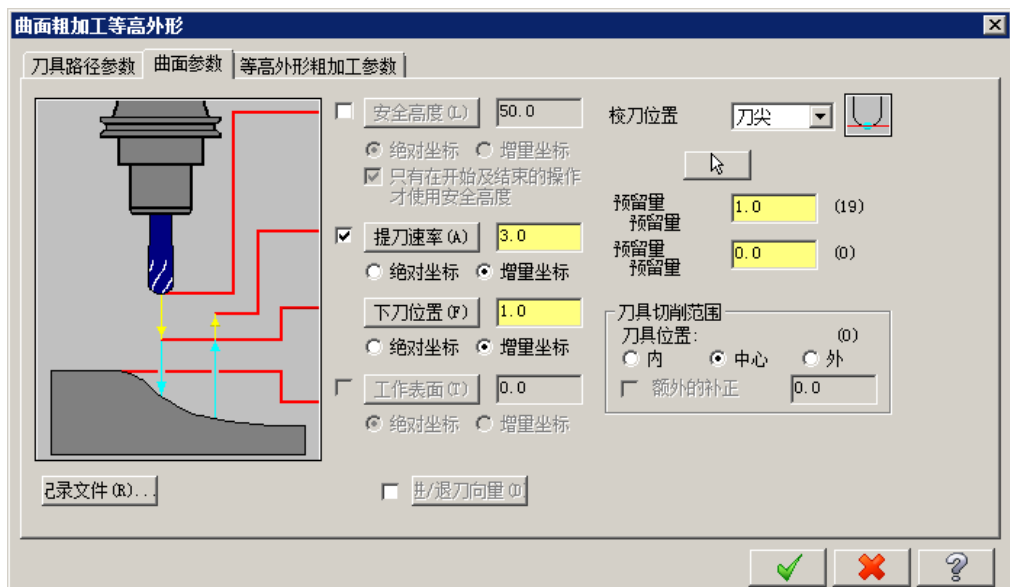

图 11.13.11 “曲面参数”选项卡
(1) 完成上步操作后，在“曲面粗加工等高外形”对话框的 **刀具路径参数** 选项卡的列表框中显示出上步选取的刀具，双击该刀具，系统弹出“定义刀具-机床群组-1”对话框。
(2) 设置刀具号码。在“定义刀具-机床群组-1”对话框中的 **刀具号码** 文本框中，将原有的数值改为 2。
(3) 设置刀具的加工参数。单击“定义刀具-机床群组-1”对话框的 **参数** 选项卡，在 **进给率** 文本框中输入值 300，在 **下刀速率** 文本框中输入值 200，在 **提刀速率** 文本框中输入值 500，在 **主轴转速** 文本框输入值 800。
(4) 设置冷却液方式。在 **参数** 选项卡中单击 **Coolant...** 按钮，系统弹出“Coolant...”对话框，在 **Flood** (切削液) 下拉列表中选择 **On** 选项，单击该对话框中的 按钮，关闭“Coolant...”对话框。
Step7. 设置曲面参数。在“曲面粗加工等高外形”对话框中单击 **曲面参数** 选项卡，设置图 11.13.11 所示的参数。